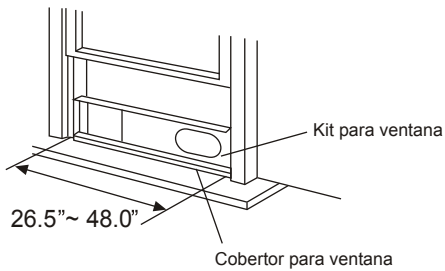

Imagen 9
2. Adjunte el kit deslizante para ventana al cobertor de la ventana. Ajuste el tamaño del kit deslizante para ventana de acuerdo al ancho de la ventana, acorte el kit regulable para ventana si el ancho de la misma es menos a 26,5 pulgadas. Abra la ventana y coloque el kit deslizante para ventana en el cobertor de la ventana. Imagen 9